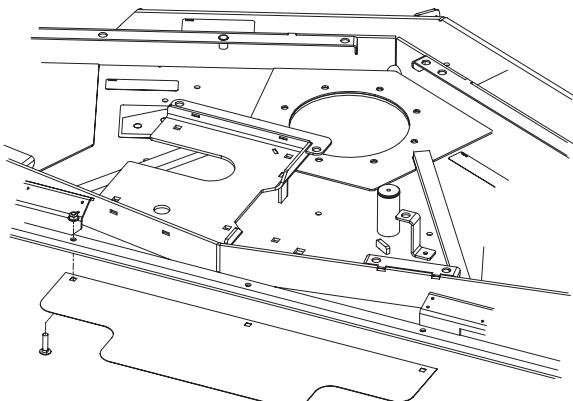

Figura 4
- Monte el deflector trasero en la parte trasera de la unidad de corte con 3 pernos de cuello cuadrado de 5/16 x 1-1/4 pulg. y 3 tuercas con arandela prensada. Posicione el deflector según muestra la figura 4.